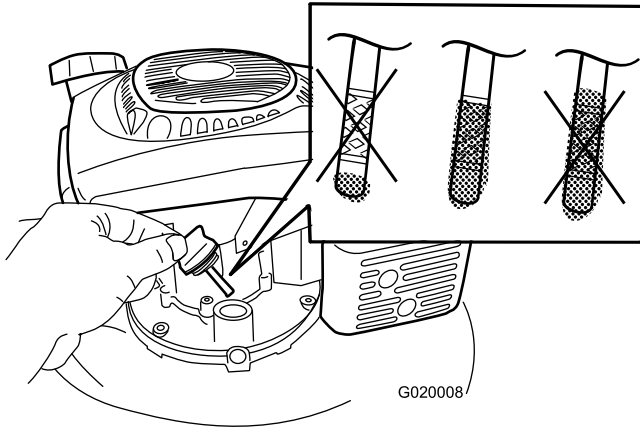

Figura 5
1. Retire la varilla (Figura 5).
2. Vierta aceite **lentamente** por el tubo de llenado hasta que el nivel de aceite llegue a la marca de Lleno de la varilla (Figura 5). **No llene demasiado.** (Capacidad máxima: 0.65 l (22 onzas), tipo: 10W-30 o SAE 30, aceite detergente con clasificación de servicio API, SJ, o superior.)
Nota: Cada vez que compruebe el nivel de aceite, retire la varilla y límpiela, introdúzcala en el cuello de llenado de aceite (**sin enroscarla**), luego retírela de nuevo y compruebe el nivel (Figura 5).